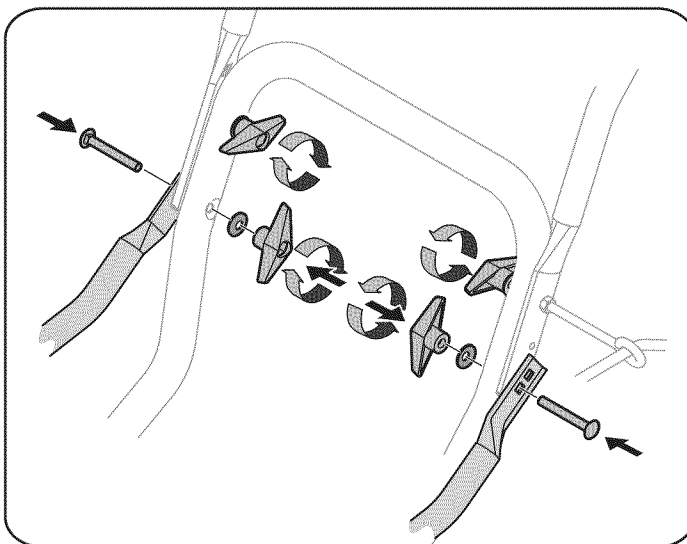

Figure 3
5. Sujete la manija superior, los tubos de soporte y la manija inferior con las dos tuercas de mariposa y los pernos del carro que se retiraron antes. Apriete las dos tuercas de mariposa ya instaladas en los orificios superiores para sujetar firmemente la manija superior y los tubos de soporte. Vea la Fig. 3.